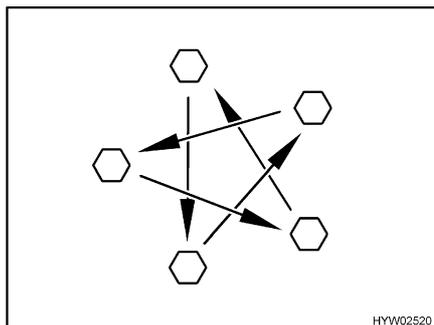

Bild 76 Radmuttern oder Radschrauben über Kreuz anziehen
- Radmuttern oder Radschrauben regelmäßig auf festen Sitz prüfen. Radmuttern oder Radschrauben eines ausgewechselten Rades nach 50 km nachziehen (Bild 76).
- Wenn neue oder neu lackierte Felgen verwendet werden, die Radmuttern oder Radschrauben zusätzlich nach ca. 1000 bis 5000 km nachziehen (Bild 76).